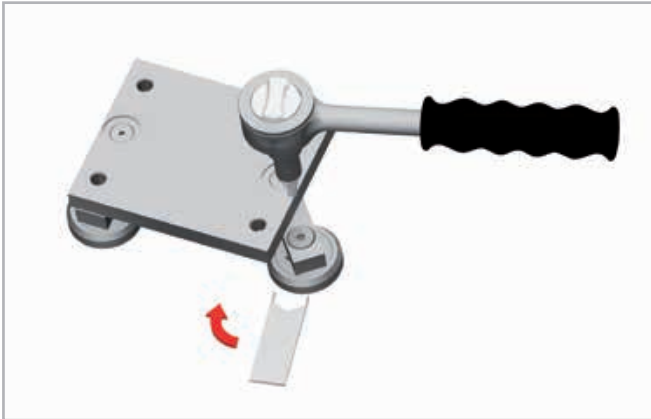

Fig. 22
- Introduza a chave especial plana fornecida lateralmente, encaixando no hexágono do rolamento que pretende ajustar (ver fig. 22).